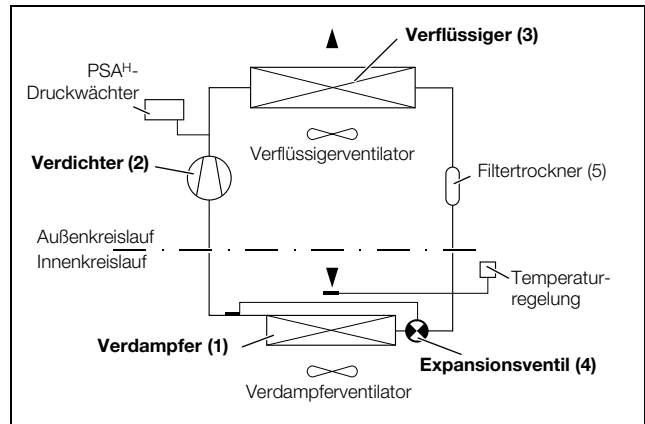

Abb. 2: Kältekreislauf
Das Kühlgerät (Kompressionskälteanlage) besteht aus den vier Hauptbestandteilen (vgl. Abb. 2): Verdampfer (1), Kältemittelverdichter (Kompressor) (2), Verflüssiger